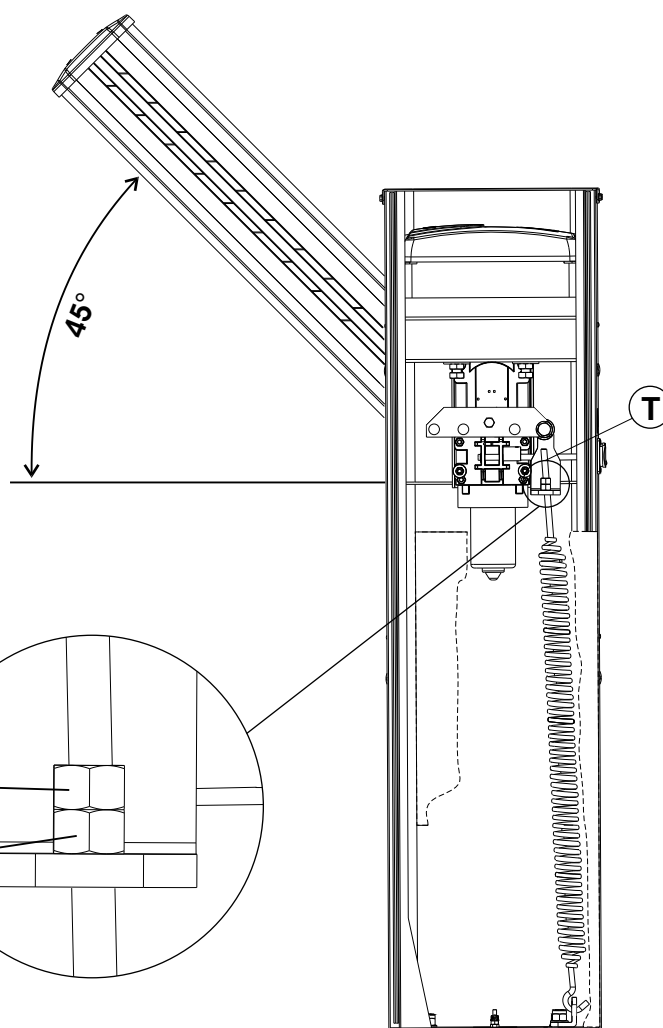

Fig. 10
- Desbloquear el asta mediante el desbloqueo manual, de modo que la misma sea libre de abrirse y cerrarse manualmente (Fig. 10).
- Destornillar o apretar la tuerca tensamuelle hasta que el muelle equilibre el peso del mástil inclinado de 45° (Fig. 10). La condición optimal de un perfecto balanceo se obtiene cuando el mástil se queda detenido en la posición indicada en Fig. 10.